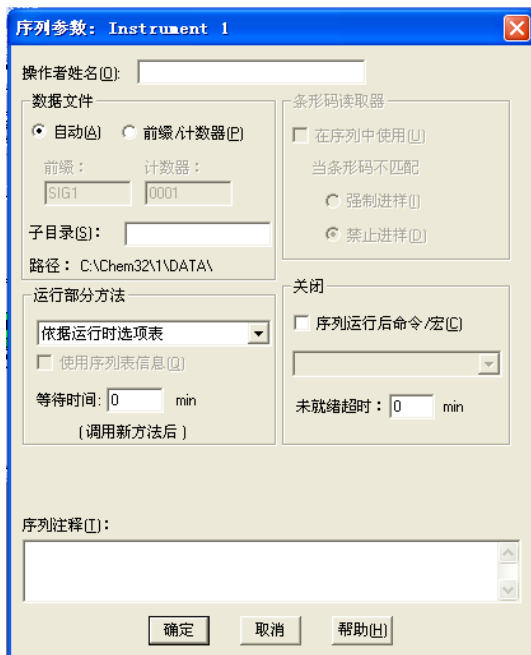

图 15 “序列参数”对话框
- 4 打开“序列参数”对话框（请参见第 44 页的图 15）：